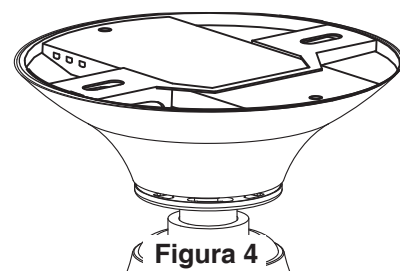

Figura 4
2. Levante cuidadosamente el ventilador y coloque el ensamble de la bola para colgar/varilla en la abrazadera para colgar que acaba de fijar a la caja de salida. Asegúrese de que la ranura de la bola esté alineada con la lengüeta de la abrazadera para colgar. (Figura 4)
3. Una vez que se ha realizado la conexión, deslice el receptor en el soporte del colgador, teniendo cuidado de no pillar los cables. El dosel cubrirá el receptor y el soporte del colgador. (Figura 4)
- 4. Proceso de emparejamiento del Receptor y Transmisor:** (Figura 4)
- El receptor y el transmisor que lo acompaña están emparejados de fábrica. Si sustituye el transmisor o el receptor, debe seguir el siguiente proceso antes de poder usar la unidad. El receptor fanSync puede emparejarse con hasta (5) transmisores.